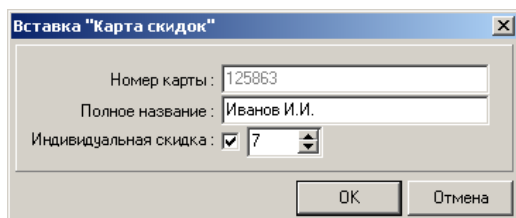

Рис. 132. Добавление новой карты скидок
- если у пользователя разрешено добавление карт, то откроется окно вставки новой карты скидок (рис. 132), после чего она будет добавлена в справочник.